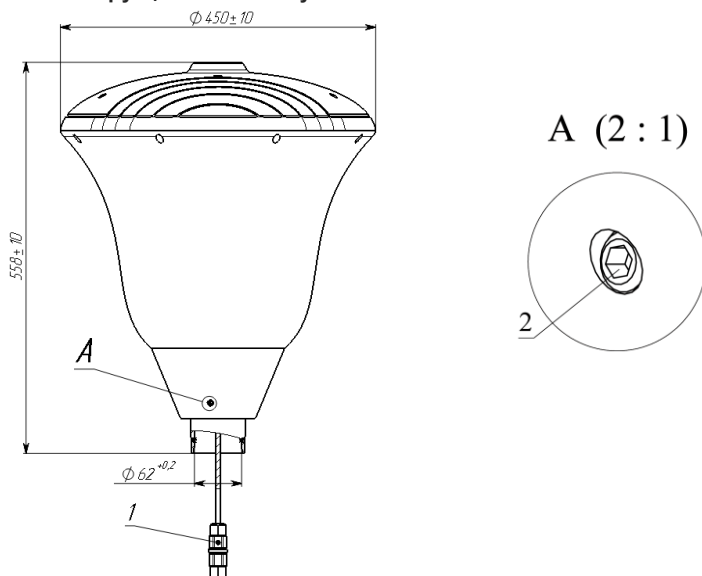

Рисунок 1.
Торшерные светильники серии GALAD Тюльпан LED (Рисунок 1) со светодиодными модулями предназначены для функционально-декоративного освещения парков, скверов, бульваров, зон отдыха, территорий микрорайонов, коттеджных посёлков.
10.1 Ослабить установочные винты (поз.2) (Рисунок 1) таким образом, чтобы концы установочных винтов были заподлицо с внутренней поверхностью основания светильника (Запрещается выворачивать полностью установочные винты), установить светильник на трубу  $\varnothing 50...60\text{мм.}$ , затянуть установочные винты (поз.2) с усилием  $5...9 \text{ Н}\cdot\text{м.}$  (Рисунок 1)